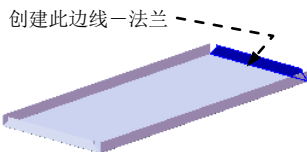

图 17.9.17 创建边线-法兰 4
Step5. 创建图 17.9.17 所示的边线法兰 4, 详细操作过程参见 Step4。